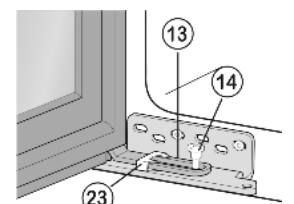

Fig. 19
- ▶ Visser la butée Fig. 19 (13) à travers l'élément coulissant Fig. 19 (23) blanc avec la vis Fig. 19 (14) en utilisant un couple de serrage de 4 Nm.